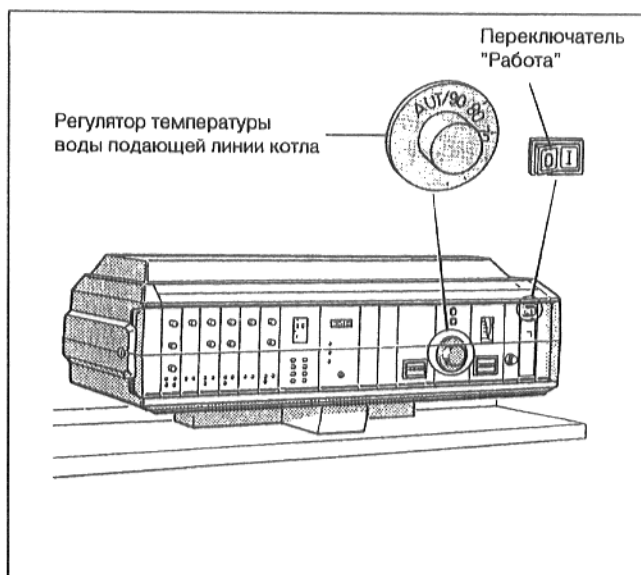

рис. 4
- Установить переключатель "Работа" (рис. 4) в положение I (ВКЛ).
- Настроить регулятор температуры воды подающей линии котла (рис. 4) на желаемую температуру. При использовании устройства регулирования "Ecomatic" установить регулятор в положение "AUT".
- Установить переключатель "Работа" (рис. 4) в положение 0 (ВЫКЛ).